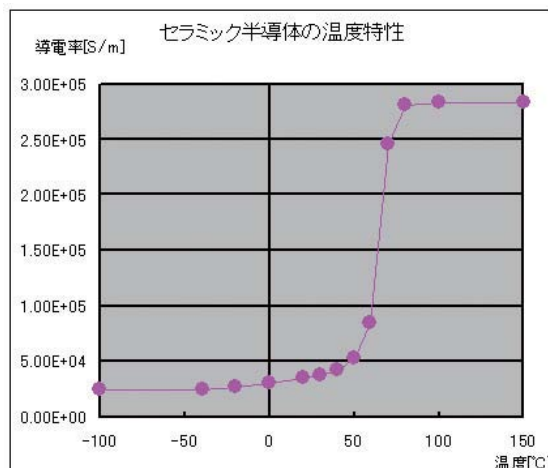
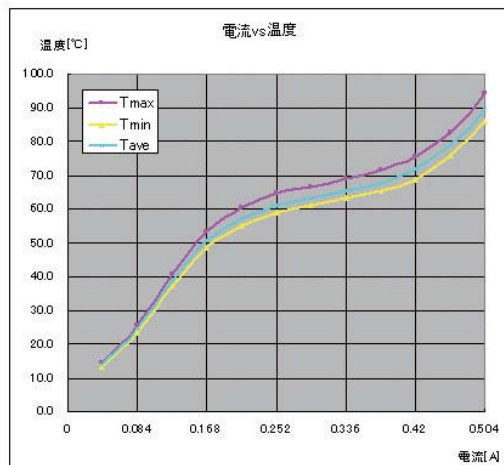

図7 セラミック半導体の温度特性
図9 電流と温度の相関図
- (1) 電場解析の対象：セラミック半導体のみ（アルミナを除く）
- (2) セラミック半導体の導電率に温度特性を考慮（図7）
- (3) +極面に電流密度、-極面に電位ゼロを規定
図9にトータル電流値とヒーター温度（最大値、最小値、体積平均値）との相関図を示します。セラミック半導体の導電率が急激に上昇する領域にあたる60℃付近にて、電流値上昇に対する温度上昇が抑えられています。また、この相関図は図7の相関図とほぼ同じ傾向を示しています。このことから、ヒーター温度がジュール熱に大きく起因していることがわかります。